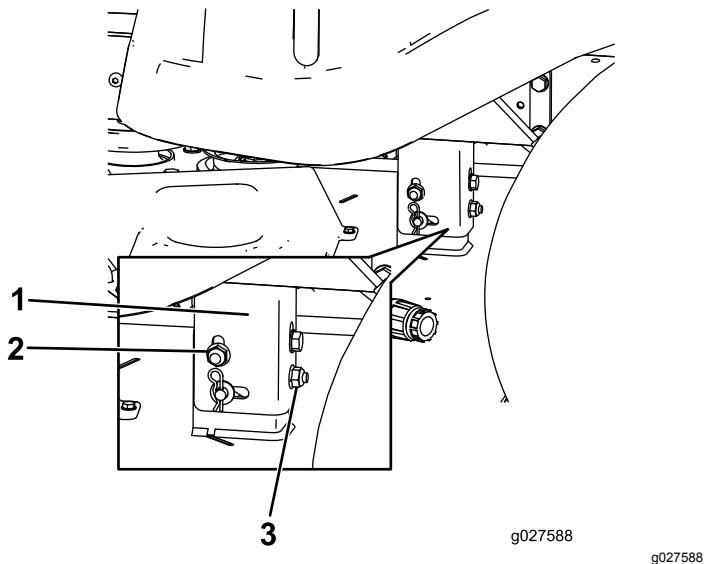

Bild 69
- Drehen Sie die hintere Mutter, um die linke Seite des Mähwerks anzuheben oder abzusenken (Bild 69).
Hinweis: Drehen Sie die hintere Mutter nach rechts, um das Mähwerk anzuheben, oder nach links, um es abzusenken (Bild 69).